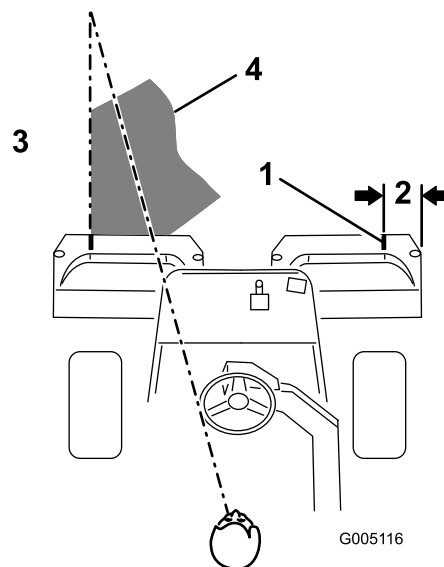

Рисунок 26
**Примечание:** Чтобы машина всегда двигалась по грину строго по прямой с сохранением равных интервалов от края предыдущей скошенной полосы, создайте воображаемый ориентир примерно 1,8–3 м перед машиной на краю нескошенной части грина (Рисунок 26). Используйте как часть ориентира наружный край рулевого колеса, т.е. удерживайте край рулевого колеса совмещенным с точкой, которая всегда находится на одном и том же расстоянии от переднего края машины.